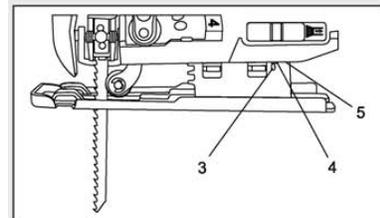
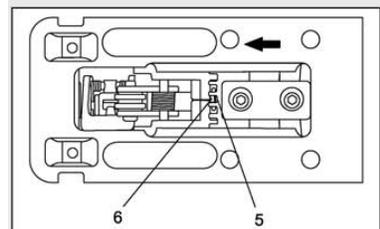

Fig. 5
Fig. 6
- ✓ Gli angoli di smussatura (3) sono marcati sulla scala graduata situata sul lato della base (Fig. 5).
- ✓ Far scivolare la base verso la parte posteriore del seghetto alternativo e allineare la marcatura dell'angolo di smussatura (4) con l'angolazione desiderata sulla base.
- ✓ Far scivolare la base in avanti per innestare la fessura dell'angolo di taglio (5) con il perno (6) (Fig. 6).